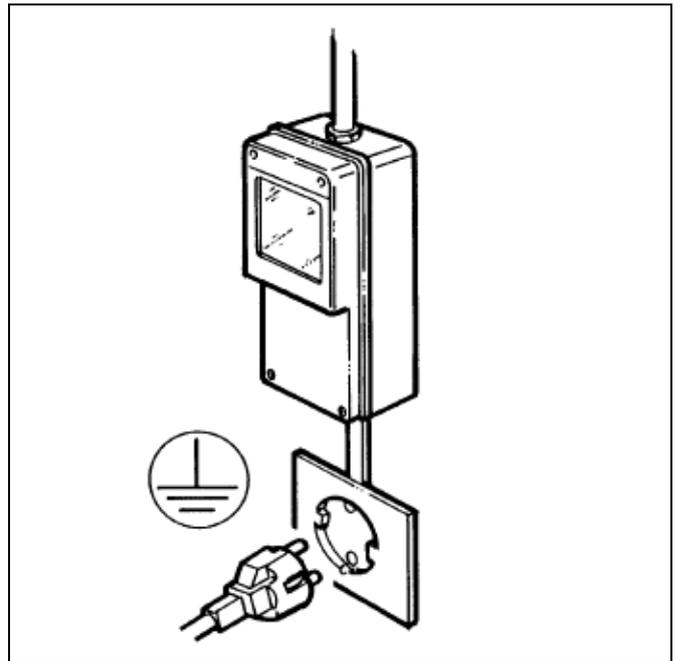

Fig. 15
- S'assurer que le raccordement est effectué à une installation dotée de mise à la terre efficace comme il est prévu par la réglementation de sécurité en vigueur (fig.15). Le fabricant ne peut être considéré comme responsable pour d'éventuels dommages causés par un manque de mise à la terre de l'installation.
- Il est indispensable, pour une installation sûre et correcte, de disposer d'une prise spéciale commandée par un interrupteur magnéto-thermique avec une distance d'ouverture des contacts égale ou supérieure à 3mm, conforme à la réglementation nationale de sécurité en vigueur (fig.15).